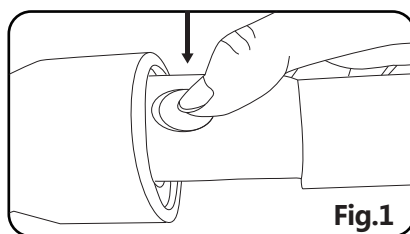

Fig.1
**Fig.1** toont de aansluiting van de zuigslang en de stofzuiger: